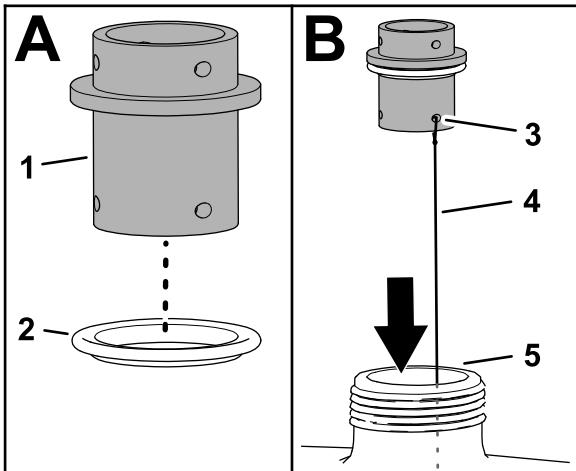

**Bild 4**
1. Messen Sie 17,8 cm vom Schlauchende und markieren Sie die Stelle (Bild 4).